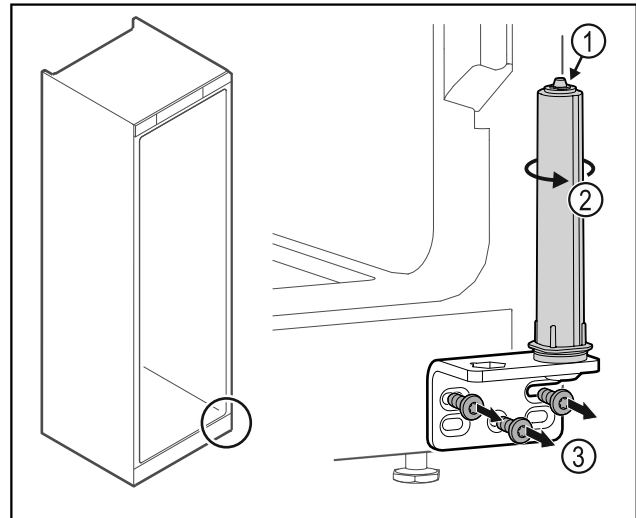

Fig. 30
- ▶ Ne szedje szét az ajtó zárrendszert Fig. 30 (1).
- ▶ Forgassa el a zárrendszert Fig. 30 (2), amíg az be nem kattann.
- ▶ Csavarozza le a csuklópántot Fig. 30 (3).